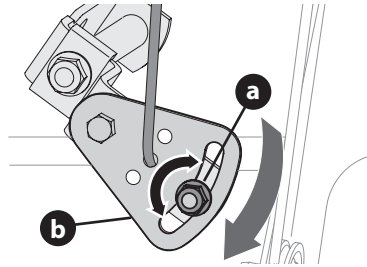

Figura 55
2. Afloje la tuerca hexagonal (a) de la ménsula de posicionamiento del cable de cambios (b) (Figura 55).